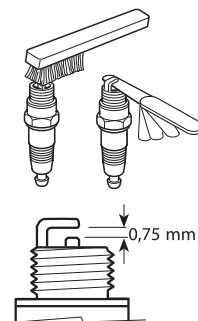

Fig. 22
- > Compruebe la distancia de la bujía; debería ser 0.6 – 0.7mm (Fig. 22).